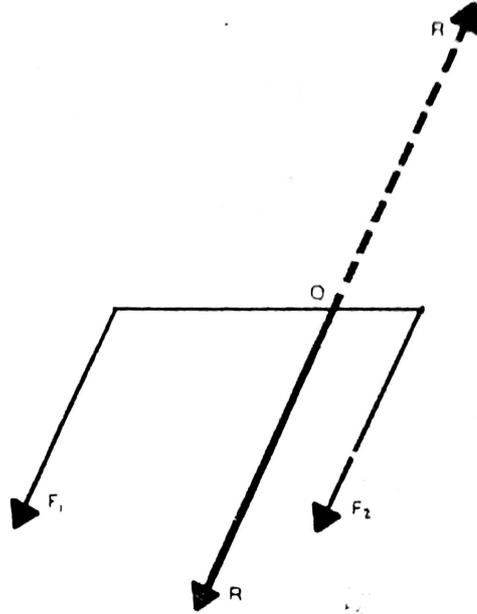

Fig. 4-2. La resultante pasa por el punto de apoyo.
**Condición de equilibrio.** Para que ese cuerpo logre el equilibrio, esas fuerzas deben estar dispuestas de tal modo que su resultante pase por el punto de apoyo (fig. 4-2).